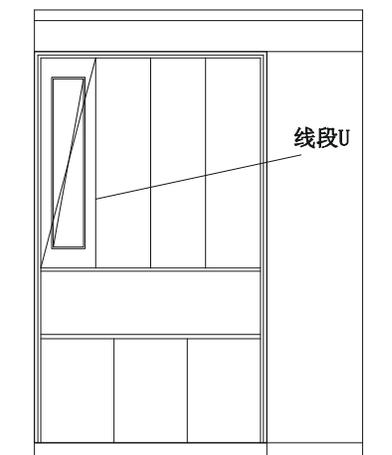
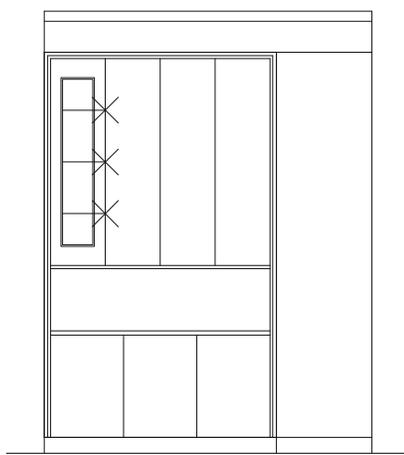

图 8-1-74
图 8-1-75
**STEP 08** 使用移动命令 MOVE 将第 (7) 步绘制的图形, 移动到如图 8-1-74 所示的位置, 将该矩形对角线的中点和外面大矩形对角线的中点重合。
**STEP 09** 使用等分命令 DIVIDE 将如图 8-1-74 所示的线段 U 等分成四等分, 并使用绘制直线命令 LINE 以等分点为起点绘制横线, 如图 8-1-75 所示。